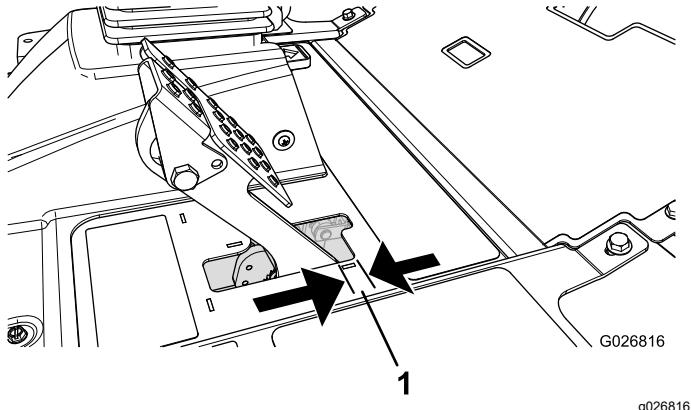

Рисунок 68
Тормоза необходимо отрегулировать, если свободный ход (Рисунок 68) педали тормоза превышает 2,5 см или если требуется большее усилие нажатия для торможения. Свободным ходом педали называется величина ее перемещения до точки, в которой возникает ощущение сопротивления выжиманию.
- Затяните заднюю гайку, чтобы переместить трос назад так, чтобы свободный ход педалей тормоза составил от 6,3 до 12,7 мм (Рисунок 68) до момента фиксации колес.